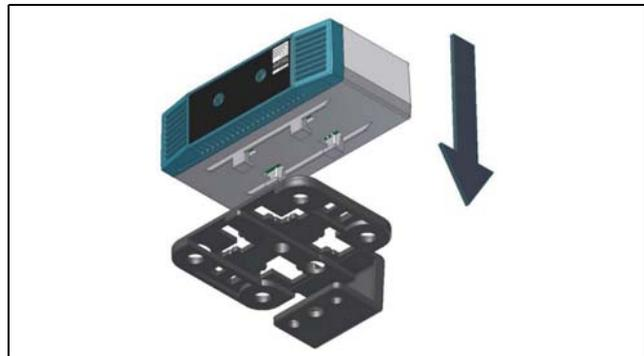
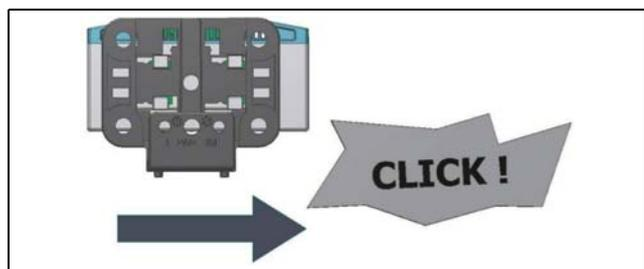

Рис. 2: Установка датчика на держатель
Рис. 3: Фиксация датчика на держателе
- Затем установите датчик доступа на держателе (рис. 2) и зафиксируйте его (рис. 3).